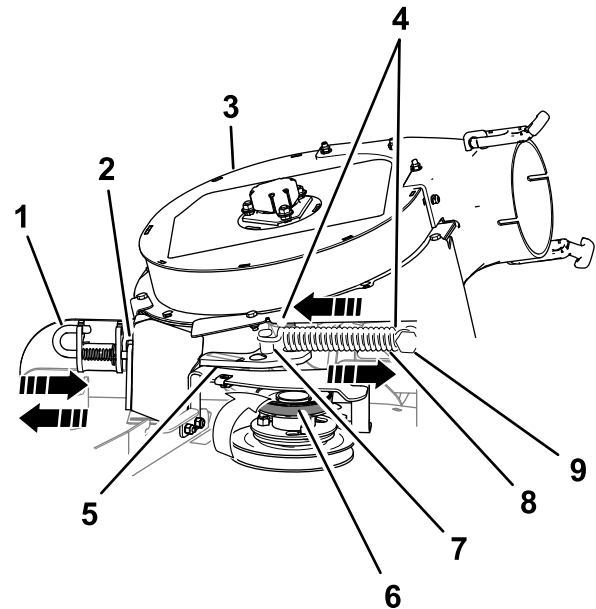

Figura 9
1. Tire de la polea tensora tensada con muelle para separarla de la clavija fija del muelle, y retire la correa de la polea tensora (Figura 9).
- Mueva el brazo de la polea tensora hacia el anclaje fijo del muelle y retire el gancho del muelle de la clavija del muelle tensor (Figura 9).
- Abra el pestillo del soplador y gire el soplador hacia fuera (Figura 9).
3. Abra el pestillo del soplador, cierre el soplador contra la carcasa y cierre el pestillo contra el soporte del conducto (Figura 9).
6. Mueva la polea tensora hacia la clavija fija del muelle e instale el muelle colocando el gancho del muelle en la clavija del muelle tensor (Figura 9).